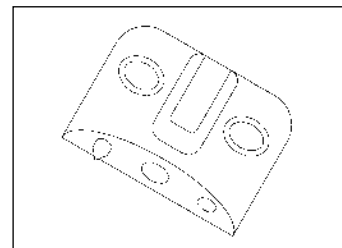
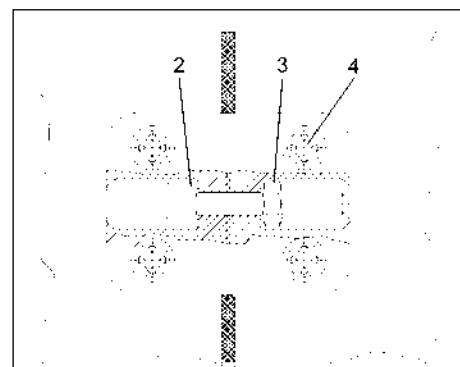

Abb. 2
Abb. 3
2. Befestigen Sie die Kunststoffverbinder (Abb. 2) mit den Blechschrauben **4** in Abb. 3 an den vorgebohrten Stellen am Gehäuse.
3. Verbinden Sie die Gehäuseteile durch Verschrauben der Kunststoffverbinder mittels der Innensechskant-Schrauben **2** und Muttern **3** gemäß Abb. 3.